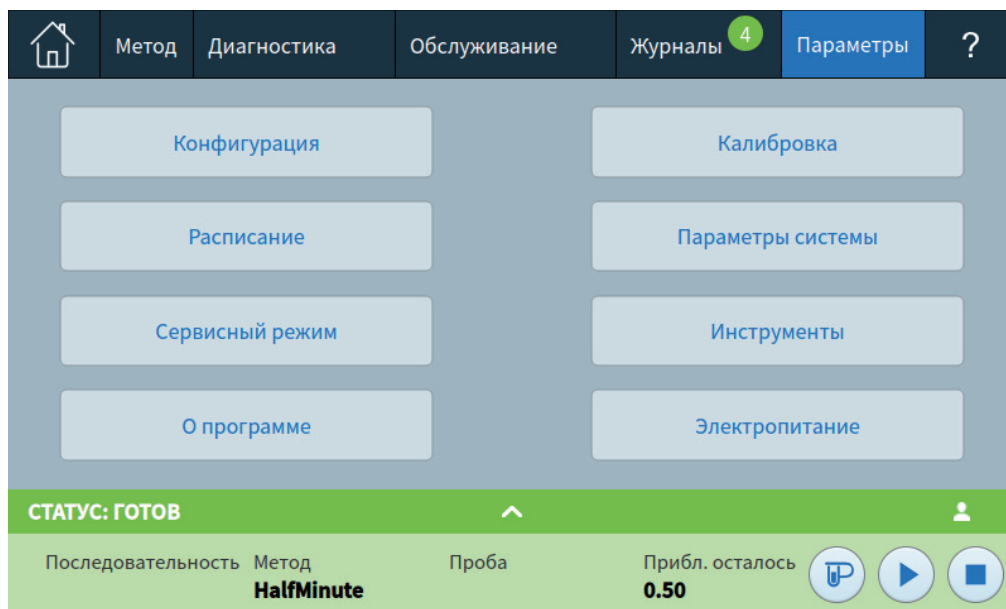

Рис. 34 Представление параметров
На сенсорном экране нажмите кнопку **Параметры** на ленте элементов управления. Откроется представление параметров. См. Рис. 34.
- 1 На сенсорном экране нажмите кнопку **Параметры** на ленте элементов управления. Откроется представление параметров. См. Рис. 34 на стр. 108.